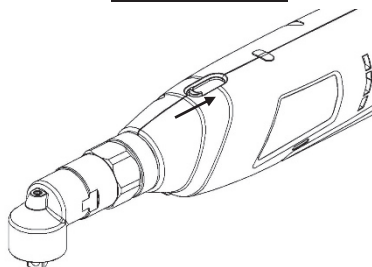

Figure 2
1. Ouvrez le couvercle de réglage du couple (voir Figure.2).